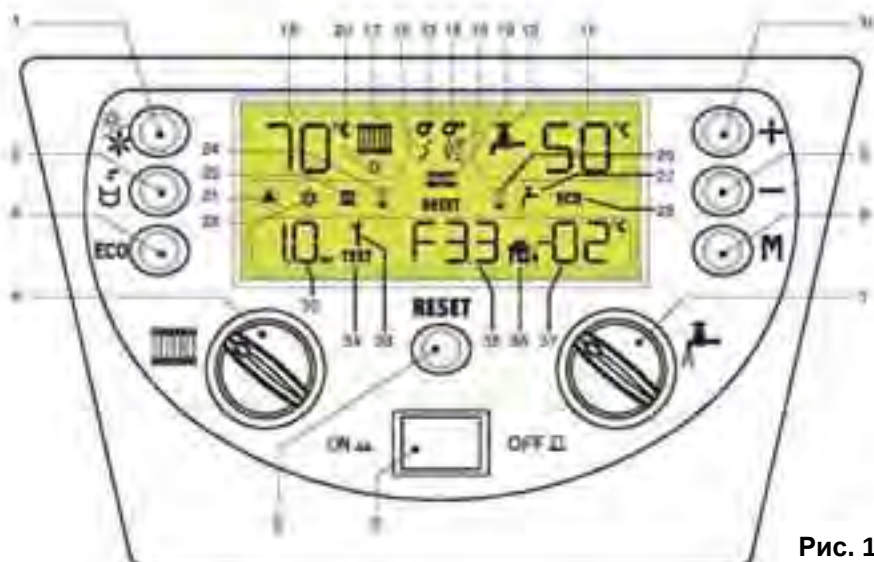

Рис. 1
Для включения/отключения режима **Комфорт** достаточно нажать клавишу (ECO -3 рис. 1).
Для восстановления рабочего режима — нажать клавишу Сброс (Reset) (5 - рис. 1).
- Нажать клавишу ВКЛ/ВЫКЛ (ON/OFF) (см. рис. 1)
Нажать клавишу ВКЛ/ВЫКЛ (ON/OFF) (см. рис. 1)
(1 - рис. 1).
клавишу “залив воды” ( - 2 рис. 1) и удерживать ее в течение 5 секунд до появления на дисплее надписи AF (автоматический режим).